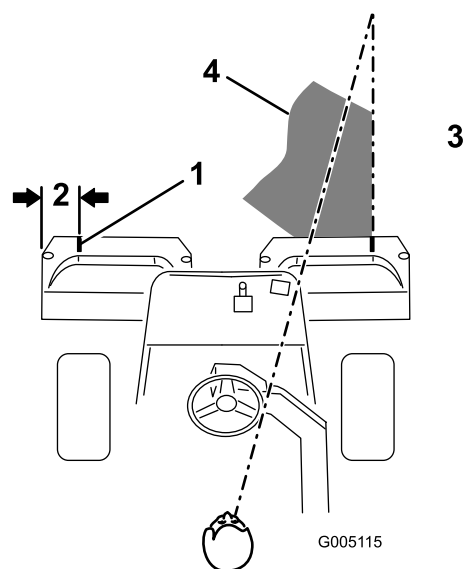
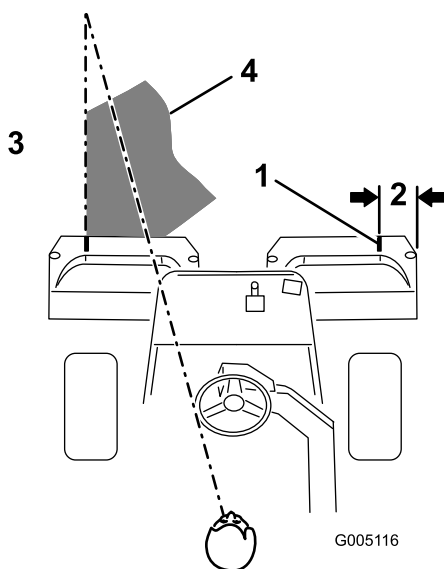

Figura 42
Figura 43
- Coloque un trozo de cinta blanca o pinte una raya en cada recogehierbas, paralelo al borde exterior de cada uno (Figura 42).
3. Debe haber un solape mínimo con las pasadas anteriores. Para ayudar a mantener una línea recta a través del green y mantener la máquina a la misma distancia de la pasada anterior, establezca una línea imaginaria aproximadamente de 1,8 a 3 m por delante de la máquina hasta el extremo de la parte no segada del green (Figura 42 y Figura 43). Puede ser útil incluir el borde exterior del volante como parte de la línea imaginaria, es decir, mantener el borde del volante alineado con un punto que se mantiene siempre a la misma distancia de la parte delantera de la máquina (Figura 42 y Figura 43).